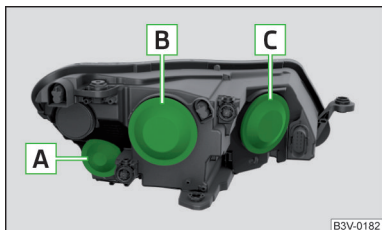

Abb. 252
Glühlampenordnung » Abb. 252
- Die Schutzkappe **B** bzw. **C** » Abb. 252 auf Seite 244 abnehmen.
- Die Schutzkappe **B** bzw. **C** » Abb. 252 auf Seite 244 einsetzen.
- › Die Schutzkappe **A** » Abb. 252 auf Seite 244 abnehmen.
- › Die Schutzkappe **A** » Abb. 252 auf Seite 244 einsetzen.